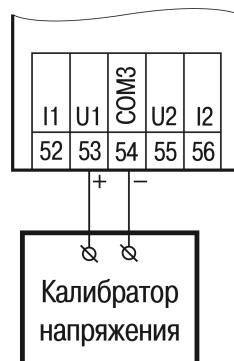

Рисунок 8.2 – Подключение калибратора напряжения
1. Подцепив за рифленую зону (см. рисунок 8.2, стрелка 1), открыть крышку на лицевой панели прибора (стрелка 2);